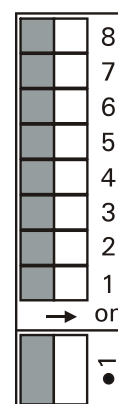

Fig. 4: Interruptor de codificación
El regulador de luz conectado o la conexión son defectuosos	Comprobar el funcionamiento de los reguladores de luz conectados a través de la prueba automática. Véase en el interruptor de codificación (Fig. 4, pos. 7).